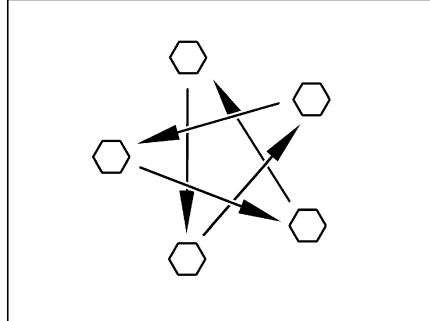

Fig. 173 Serrer en croix les écrous ou les boulons de roue
- Vérifier régulièrement le serrage des écrous ou des boulons de roues. Resserrer alternativement et en croix (Fig. 173) tous les écrous ou les boulons de roue 50 km après le changement d'une roue. Couple de serrage, voir paragraphe 15.5.2.
- ▷ Serrer en croix les écrous ou les boulons de roue (Fig. 173).